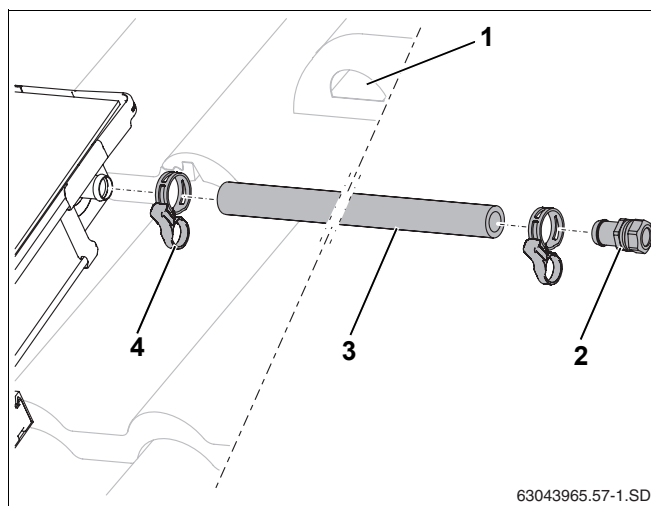

Fig. 53 Montarea conductei de tur (fără aerisitor la acoperiș)
- Se împinge furtunul solar lung (1000 mm, Fig. 53, **Poz. 3**) pe racordul de tur al câmpului de colectori și se fixează cu coliere arc (Fig. 53, **Poz. 4**).
- Se introduce capătul furtunului cu îmbinarea prin cleme (Fig. 53, **Poz. 2**) până la opritor în furtunul solar și se fixează cu coliere arc.
- Conductele colectoare se racordează la capătul de furtun R $\frac{3}{4}$ cu îmbinarea prin cleme (18 mm) (Fig. 53, **Poz. 2**).